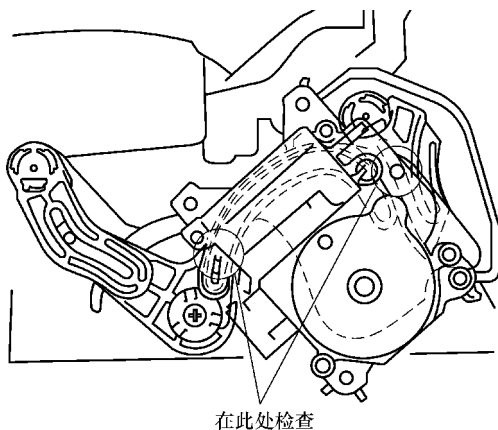

图 19-5 检查电动机安装位置
- 1) 确保能通过孔看到电动机拉杆上的减振器拉杆销, 如图 19-5 所示。